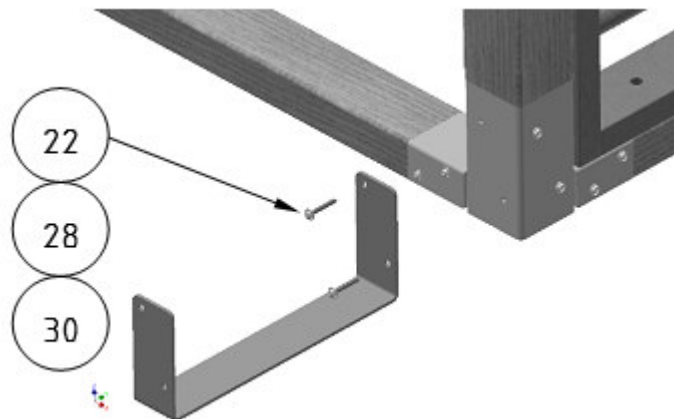

Abbildung 12: Montage der Wandwinkel
Für die Wandmontage sind die mitgelieferten Wandwinkel (30) zu verwenden. Befestigen Sie zunächst den Wandwinkel (30) an dem Motorikzentrum mit Hilfe der Schrauben und Scheiben (22), (28) (siehe Abbildung 12). Im Anschluss kann das Motorikzentrum an die dafür vorgesehene Position gebracht werden, um die Befestigungspunkte an der Wand zu bestimmen. Die Wandmontage erfolgt dann mit den mitgelieferten Dübeln, Schrauben und Scheiben (28), (31), (32). Diese Befestigungsmaterialien sind nur für Betonwände und -böden geeignet. Für andere Untergründe verwenden Sie entsprechende Befestigungsmittel, die eine Zugkraft von 0,5 kN aufnehmen können.